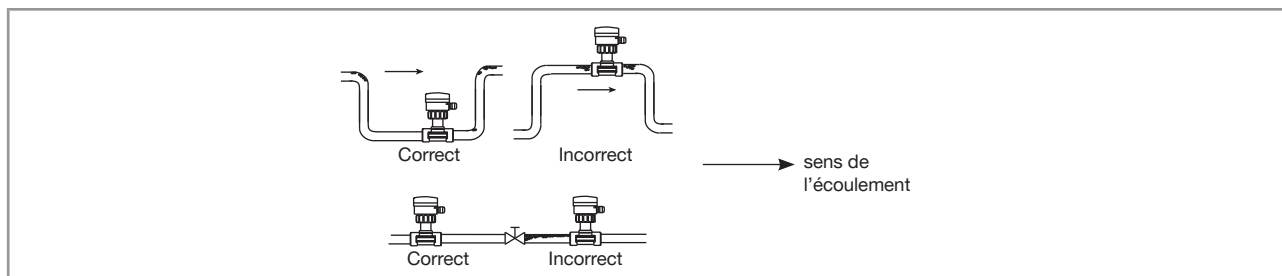

Fig. 6 : Bulles d'air dans la conduite
- Empêcher la formation de bulles d'air dans le tuyau dans la section autour de l'appareil (voir Fig. 6).